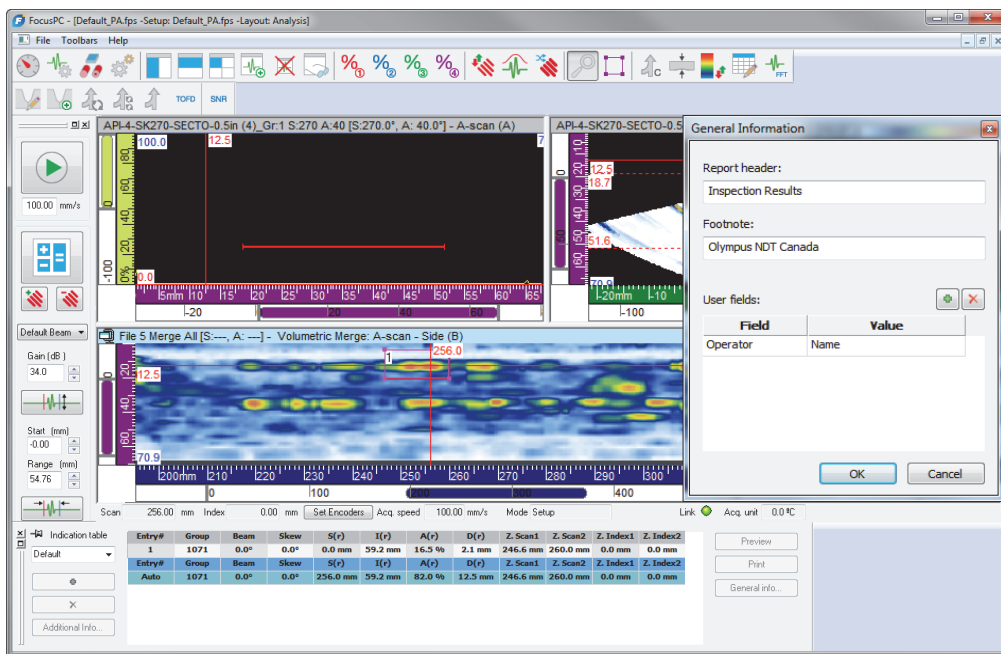

図 6-3 欠陥指示を記録するために使用する指示テーブル、カーソル、およびゾーンツールの例
1. 試験体の欠陥指示が最も良く示されるビューのレイアウトを選択します (185 ページの図 6-3 に示す例を参照)。